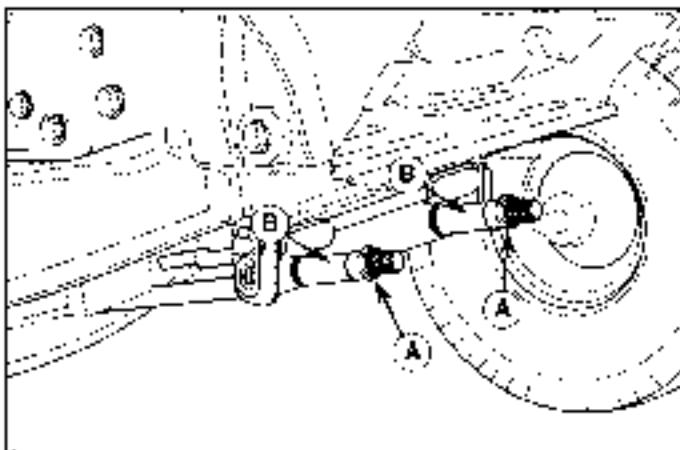

Figura 27. Nivelación del cortacésped de adelante hacia atrás
8. Al subir la parte delantera de la plataforma del cortacésped, apriete las contratuercas (A, Figura 27) y los espaciadores opuestos (B). Para bajar la parte delantera de la plataforma del cortacésped, suelte las contratuerzas (A). Estas deben girarse de forma uniforme en ambos lados a fin de mantener nivelada la plataforma.
9. Vuelva a revisar la medida de la cuchilla y apriete la tuerca delantera (B) contra el soporte para asegurarla.